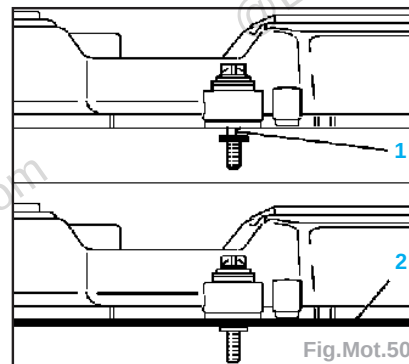

Fig.Mot.50
Nota : Enfoncer le joint (2) par-dessus l'épaule du manchon (1) et l'épaule doit être visible après la pose du joint (Fig.Mot.50).